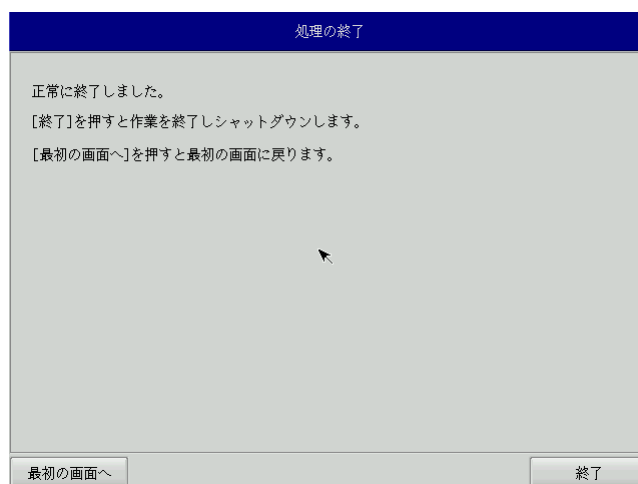

図 6-4-7. 終了画面
- ⑫ 終了画面（図 6-4-7）が表示されるとシステム復旧作業は完了です。[終了]ボタンを押して電源を落とし、DVD ドライブ、保存メディアを外します。